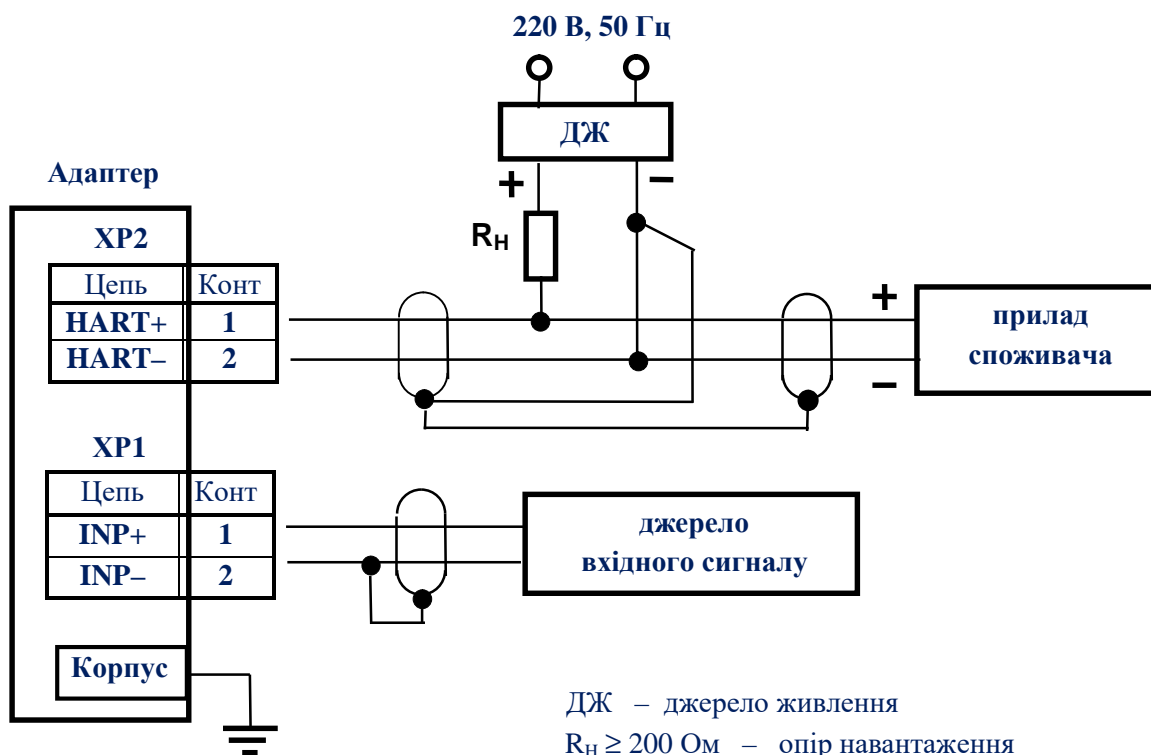

Рис. 3 - Схема зовнішніх підключень адаптера
4.7 Монтаж адаптера необхідно проводити у відповідності зі схемою зовнішніх підключень, що наведена на Рис. 3.